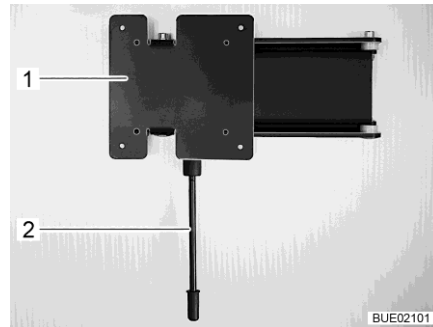

Bild 68 Wandhalterung
- Den Entriegelungshebel (Bild 68,1) nach unten ziehen und die Halterung (Bild 68,2) mit dem Flachbildschirm in die gewünschte Position drehen.